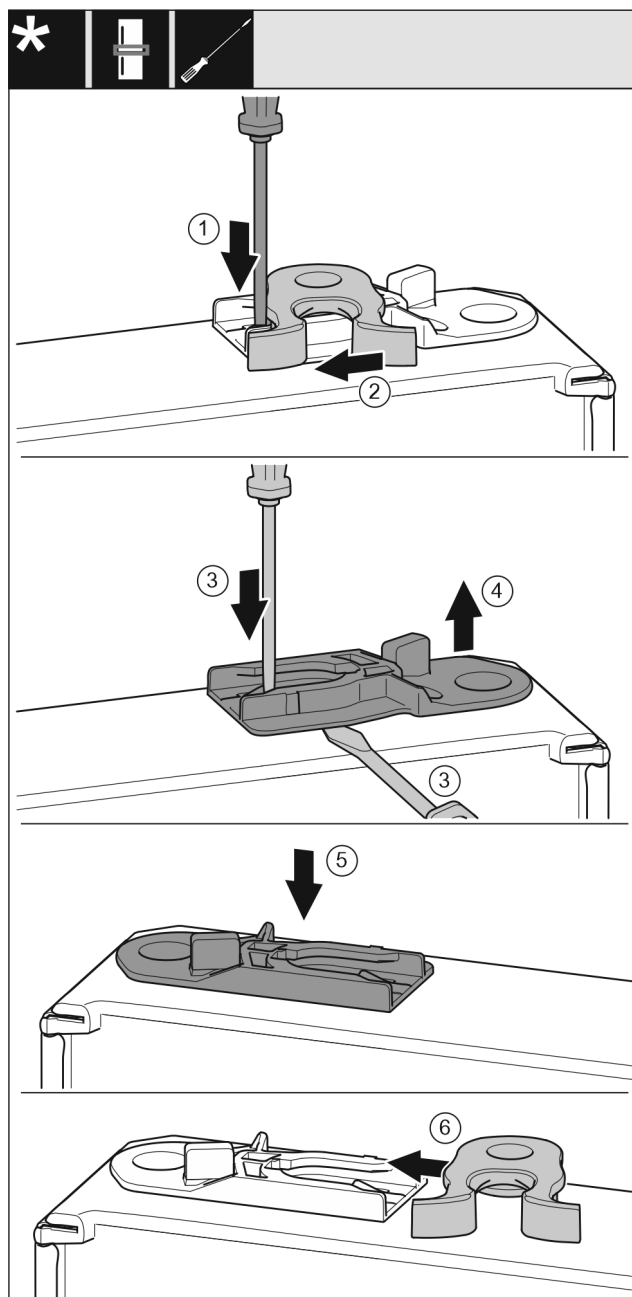

Fig. 18
- Plochým šroubovákem přitlačte lamelu dolů. Fig. 18 (1)
- Vytáhněte petlici z vedení. Fig. 18 (2)
- Vytáhněte vodící pouzdro: Stiskněte lamelu plochým šroubovákem a současně jí zjedťe pod vodící pouzdro. Fig. 18 (3, 4)
- Vodící pouzdro, které je součástí rozsahu dodávky nasuňte na druhé straně skříně. Fig. 18 (5)
- Zasuňte petlici do vedení. Fig. 18 (6)